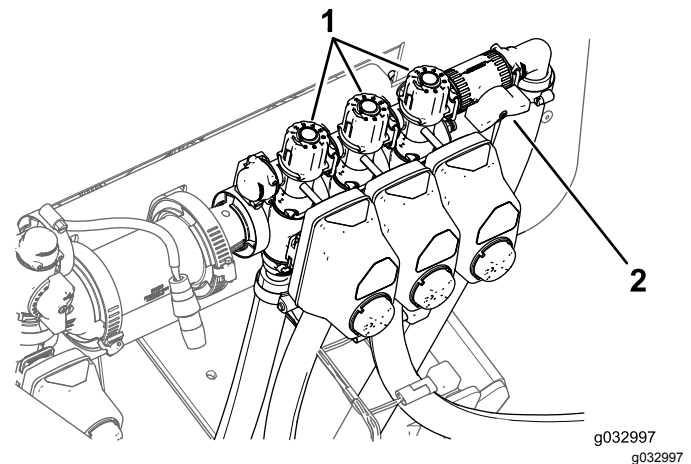

Bild 48
9. Stellen Sie den linken Ausleger ab und stellen das Handrad für das Auslegersicherheitsventil (Bild 48) ein, bis der Druck Tabelle am vorherigen Niveau liegt.
11. Stellen Sie das Handrad für das rechte Auslegersicherheitsventil (Bild 48) ein, bis der Druck am vorherigen Niveau liegt.
13. Stellen Sie das Handrad für das mittlere Auslegersicherheitsventil (Bild 48) ein, bis der Druck am vorherigen Niveau liegt.